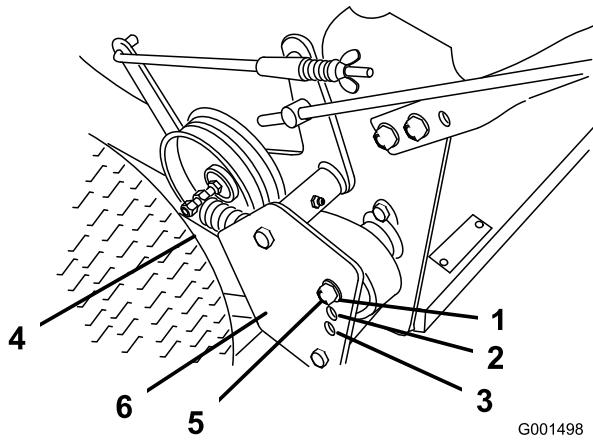

Figura 10
- Retire el muelle de transmisión del perno de ajuste (Figura 10).
5. Retire la contratuerca que sujeta el perno de ajuste al deflecto de la polea de transmisión (Figura 10).
- Nota:** La tensión de la transmisión de las ruedas es menor en la Posición A. La tensión aumenta en las Posiciones B y C (Figura 10).